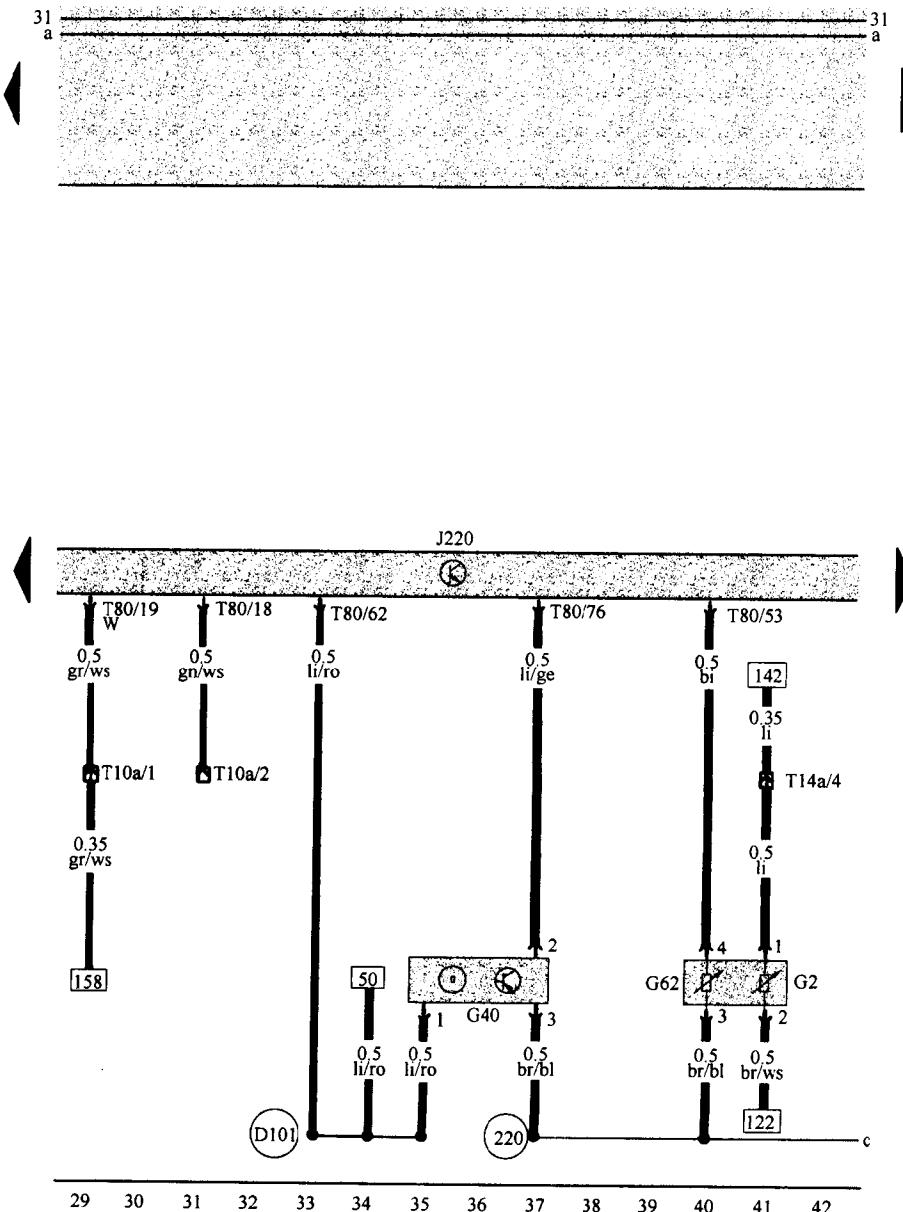

图 1-2 冷却温度传感器和霍尔传感器电路图
(2) 多点喷射控制单元, 冷却液温度传感器, 霍尔传感器(如图 1-2 所示)